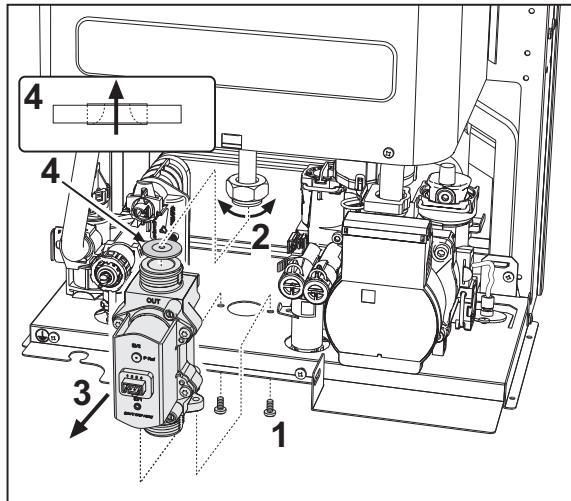

fig. 29 - Sostituzione valvola a gas
- Il diaframma gas "4" deve rispettare il verso indicato in fig. 29.**